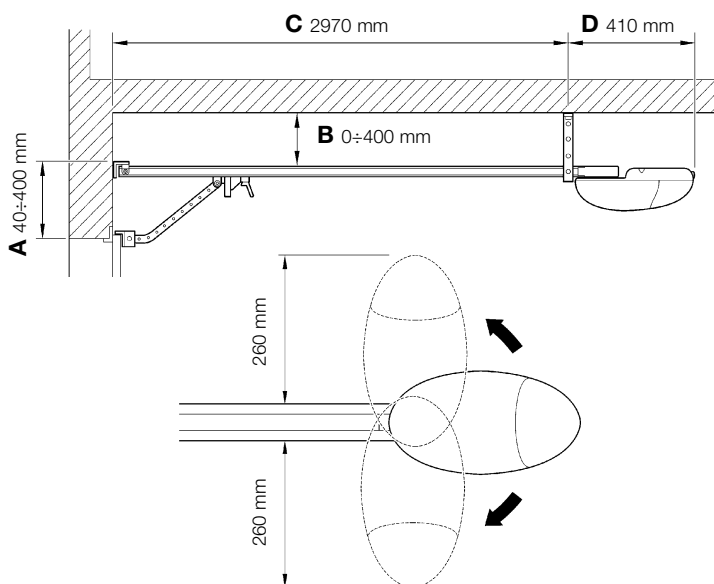
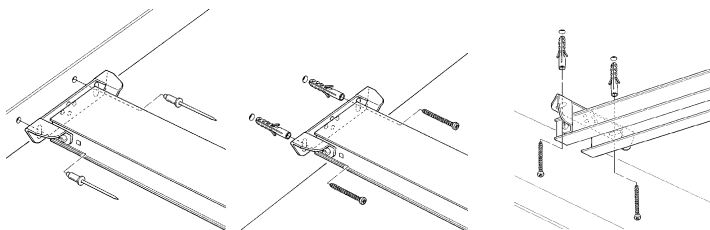

Figure 8
Figure 26
- Vérifier qu'il y a les espaces minimum et maximum indiqués dans la figure 8.
1 En respectant les distances A, B et C de la figure 8, tracer au centre de la porte (ou légèrement sur le côté comme dans la figure 11) les deux points de fixation de la patte avant du rail.
Suivant le type de matériau, la patte avant peut être fixée avec des rivets, des chevilles ou des vis (figure 26). Si les distances A, B et C (figure 8) le permettent, la patte peut être fixée directement au plafond.
3 Fixer les pattes [L] à l'aide des vis [M] et des écrous [N] en choisissant le trou qui permet de respecter le plus possible la distance B (voir figure 8).